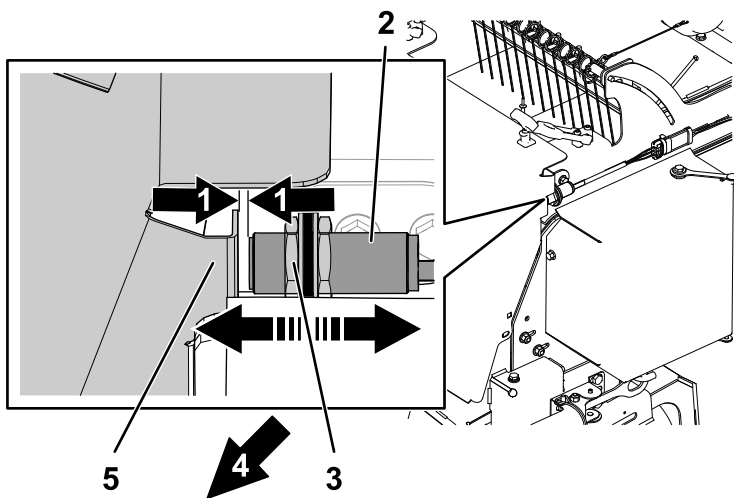

Figura 10
8. Reglați spațiul dintre senzor și trapa buncărului la 3 mm, aa cum se arată în Figura 10, utilizând piuliile de reglare. Spațiul nu trebuie să depășească 6 mm.